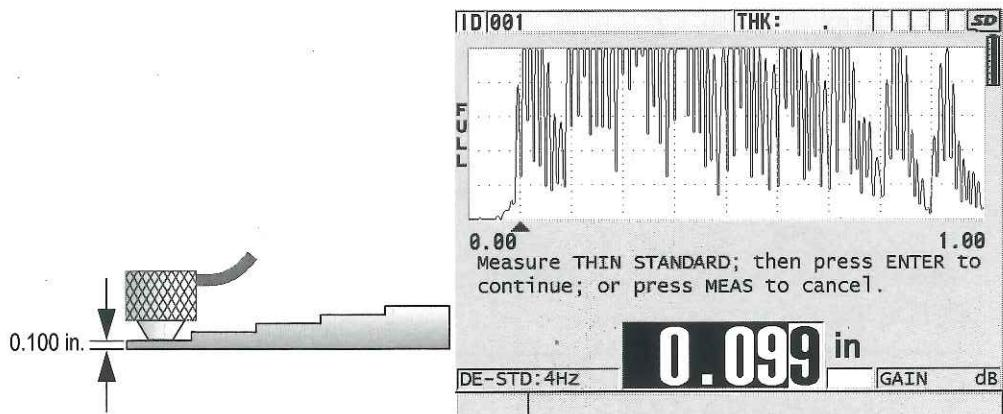

図 5-5 階段状試験片（5段階）でのゼロ点校正の実行
2. ゼロ点校正を実行するには（65 ページ図 5-5 参照）：